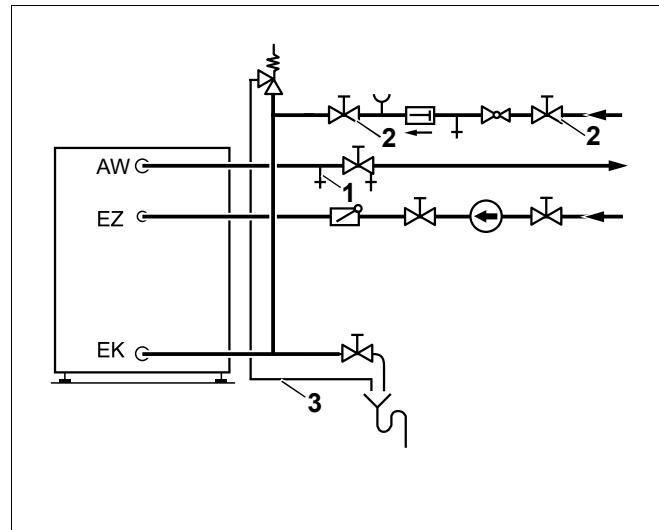

Рис. 9 Монтаж по DIN 1988 (принципиальная схема)
- Для удаления воздуха из бака-водонагревателя открыть вентиль продувки и выпуска воздуха (рис. 9, **поз. 1**) или наиболее высоко расположенный водоразборный кран.
- Для заполнения бака открыть запорный вентиль на входе холодной воды ЕК (рис. 9, **поз. 2**).
- Перед нагревом проверить заполнение водой отопительного котла, бака-водонагревателя и трубопроводов. Для этого открыть вентиль для продувки и выпуска воздуха (рис. 9, **поз. 1**).
- Держите постоянно открытym дренажный трубопровод предохранительного клапана (рис. 9, поз. 3).
- дренажная линия предохранительного клапана (рис. 9, стр. 13) должна быть постоянно открытой.